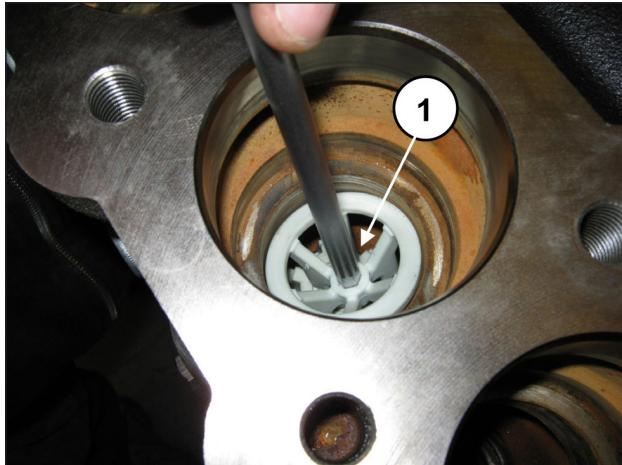

Fig. 100
Extraia o espaçador da guia da válvula, inserindo uma chave hexagonal de 8 mm no local especial e puxe a alavancas para facilitar a remoção (pos. ①, Fig. 100).